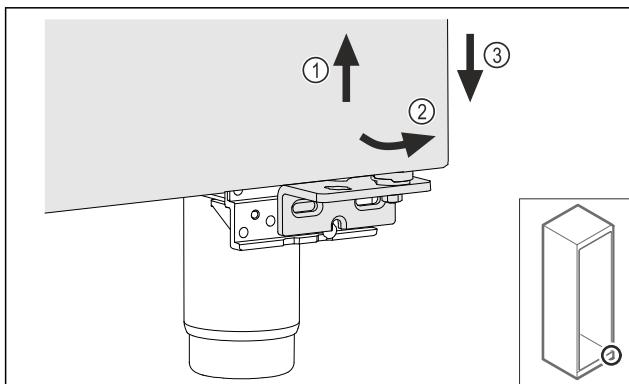

Fig. 23
- Трохи підніміть двері Fig. 23 (1), нахиліть їх знизу вперед Fig. 23 (2) та опустіть Fig. 23 (3).